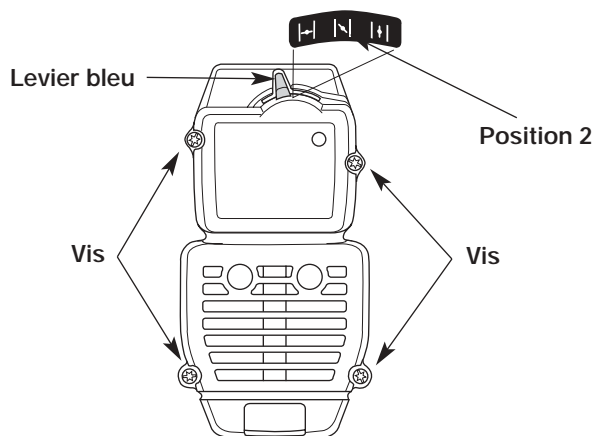

Fig. 21
**REMARQUE :** pour enlever le couvercle du filtre à air/silencieux, le levier bleu doit être en Position 2 (Fig. 21).
2. Retirez les quatre (4) vis retenant le couvercle du filtre à air/silencieux (Fig. 21). Servez-vous d'un tournevis à lame plate ou à mèche no. 20 Torx.
2. Insérez les quatre (4) vis dans les trous du filtre à air/couvercle du silencieux (Fig. 21) et vissez sans trop serrer.